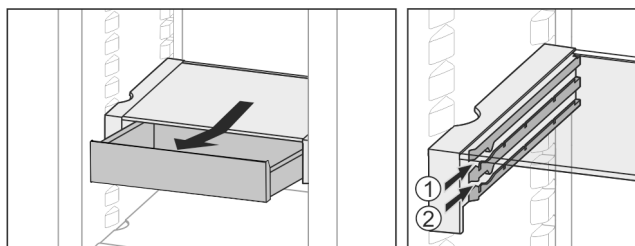

Fig. 29
- Vstavite ga na poljubni višini Fig. 29 (1) ali Fig. 29 (2).